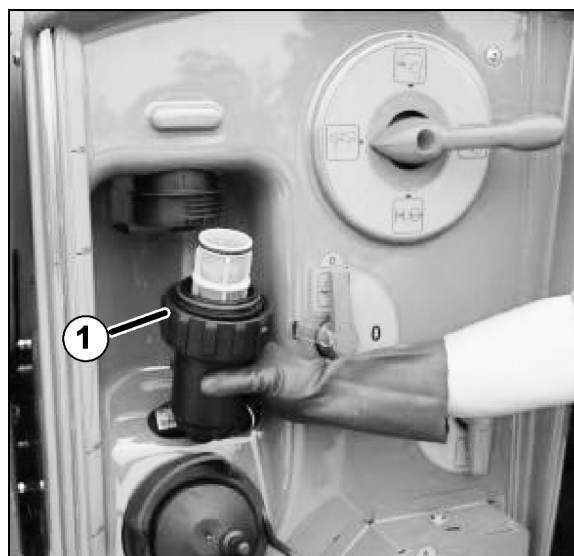

Bild 126
2. Ta bort tryckfiltret (Bild 126/1) och rengör det med vatten.